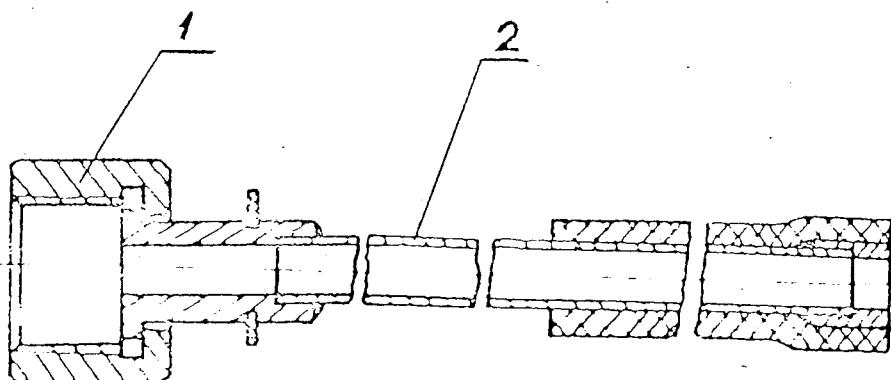
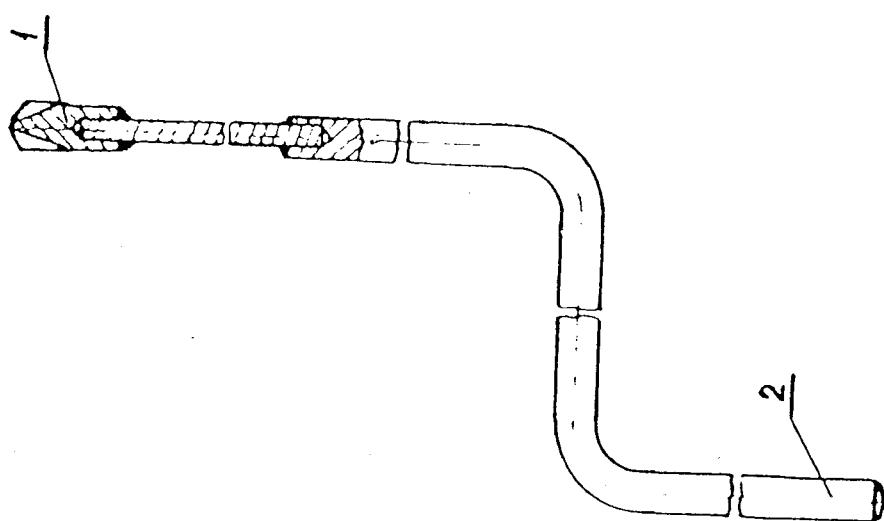

Рис. 6.27. Направляющий кожух UMR-288R
Рис. 6.28. Вороток УМР-888Р-1
После предварительной прочистки приспособлением I6.08.0172, произвести окончательную прочистку канала воротком UMR-888R-1 (рис. 6.28) для чего:
- навернуть гайку I (рис.6.27) приспособления UMR-888R на штуцер соплового аппарата;
- вставить вороток (рис.6.28) сверлом I в приспособление UMR-888R (рис.6.27) и вращая за рукоятку 2 (рис.6.28) довести сверло до упора.